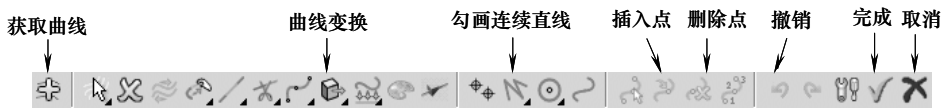

图 4-52 “曲线编辑器”工具栏
6) 勾画：用户定义边界方法中最常用的一种边界创建方法。它以手工描绘点的方式勾勒边界线。单击“勾画”按钮，打开“曲线编辑器”工具栏，如图 4-52 所示。